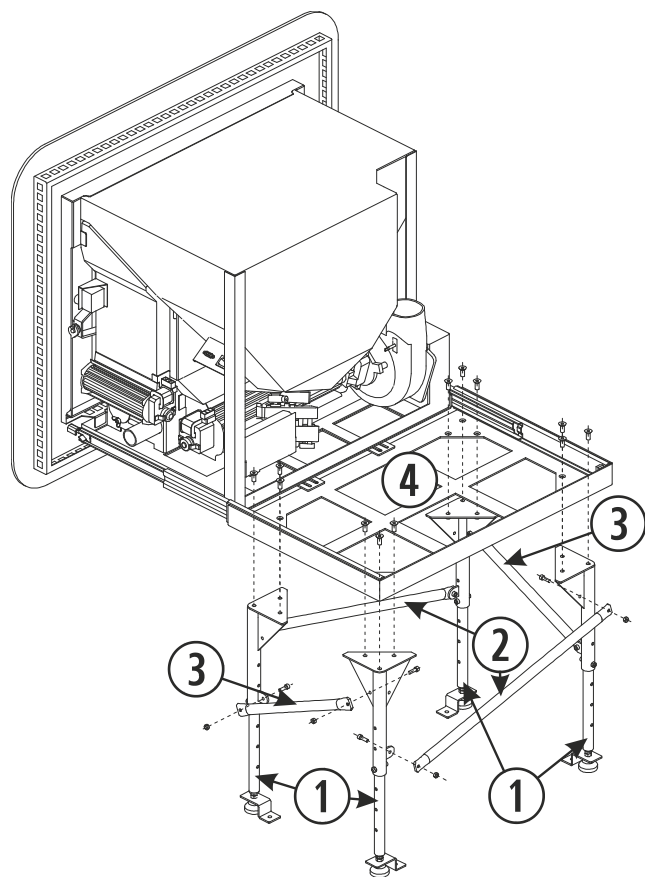

Figura 9
- 4.14.** Unire i 4 piedini formando un rettangolo, con i rinforzi laterali e frontali, come indicato nella figura 9. Aprire le guide della stufa in modo tale da poter accedere ai punti di ancoraggio dei piedini, alla base della stufa. L'ordine di montaggio della stufa sui piedini dipenderà dalle esigenze dell'installatore. Sarà possibile fissare i piedini nella posizione finale e assemblare in seguito la base della stufa ai piedini, oppure assemblare l'insieme stufa-piedini e quindi posizionarlo e fissarlo a terra tramite i piedini. È **obbligatorio** fissare i piedini a terra.
①	Piedino.
②	Rinforzo frontale e posteriore.
③	Rinforzo laterale.
④	Base della stufa.